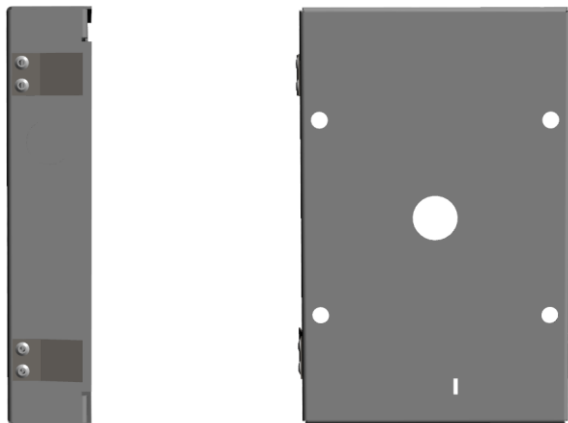

Рис. 1 – Корпус с крепежными пластинами.
Монтаж производится с помощью крепежных пластин (распорных лапок) расположенных на боковой поверхности корпуса вызывной панели (рис.1).
1. В корпус (рис.1) через отверстия подводится кабель подключения (входной и выходной);